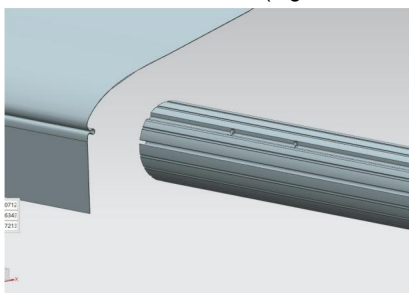
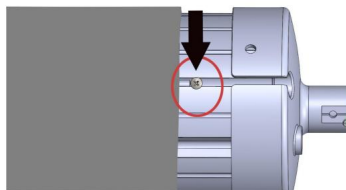
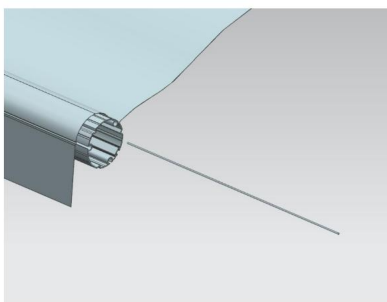

Figure C12
Figure C13
Figure C14
3.5 Ouvrez le tissu, insérez le tissu dans la fente du tube du rouleau, puis insérez le l'extrémité avant du tissu dans une autre fente du tube du rouleau, puis fixez la vis B à empêcher le tissu de bouger, puis insérer la bande de tissu dans la fente. Dernière insertion la boucle de la ceinture à la bande. (Figure C12, Figure C13, Figure C14, Figure C15)